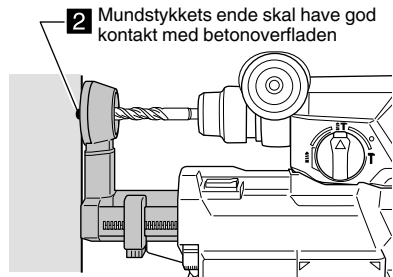

Fig. 11
- (2) Slip mundstykket og lad det få fast kontakt med betonoverfladen. (Fig. 11)